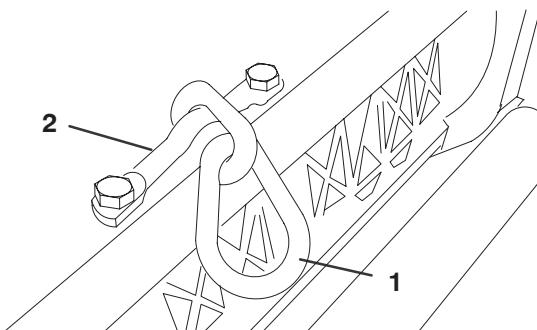

Figure 12
2. Montez le tringle de chaîne (Fig. 12) en haut du plateau de coupe avec le support et les (2) vis à tête. Serrez les vis à 34–40 Nm. Le grand côté du maillon est à accrocher à la suspension du groupe de déplacement.